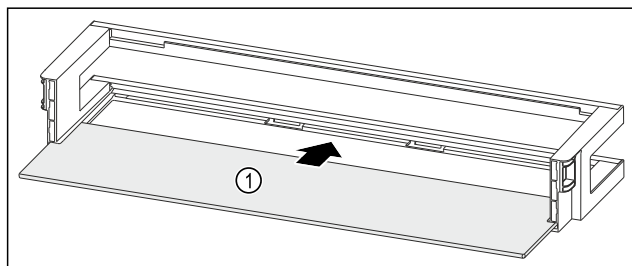

Fig. 250 Dveřní přihrádka s odkládací plochou
- Odkládací plochu Fig. 250 (1) zasuňte do bočních vybrání.